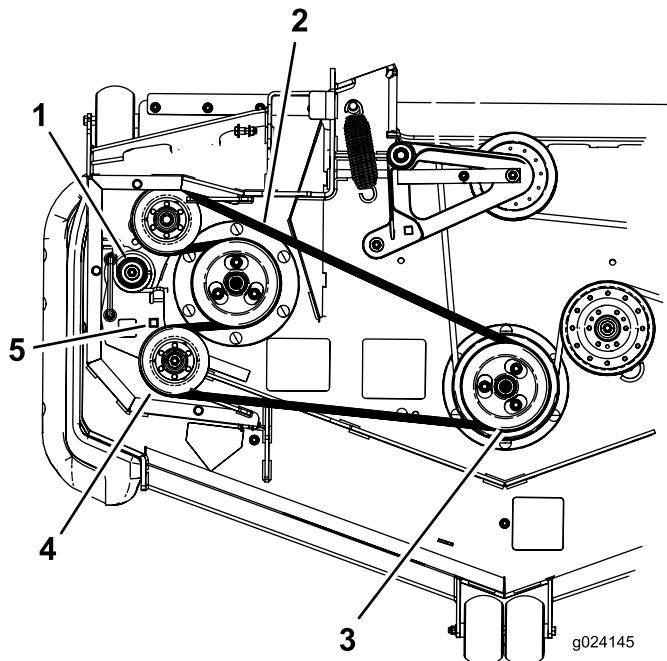

Figura 76
7. Utilice una llave de carraca en el taladro cuadrado del brazo tensor para aliviar la tensión del muelle tensor (Figura 76).
8. Retire la correa de la polea de la carcasa de corte (Figura 76).
9. Retire la correa de las poleas restantes (Figura 76).
10. Utilizando la llave de carraca en el taladro cuadrado, instale la correa nueva alrededor de las poleas del cortacésped y las poleas tensoras (Figura 76).